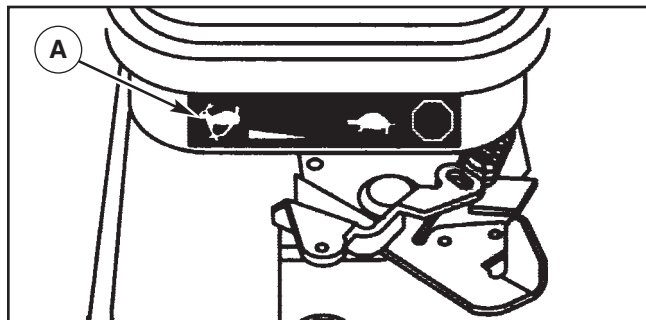

Figura 10 — Control de la válvula de admisión
8. Asegúrese de que el control de la válvula de admisión se encuentre en la posición "Rápido" ("Fast") (A), que se distingue con la figura 10 de un conejo.
8. Asegúrese de que el control de la válvula de admisión se encuentre en la posición "Rápido" ("Fast"), que se distingue con la figura 10 de un conejo.